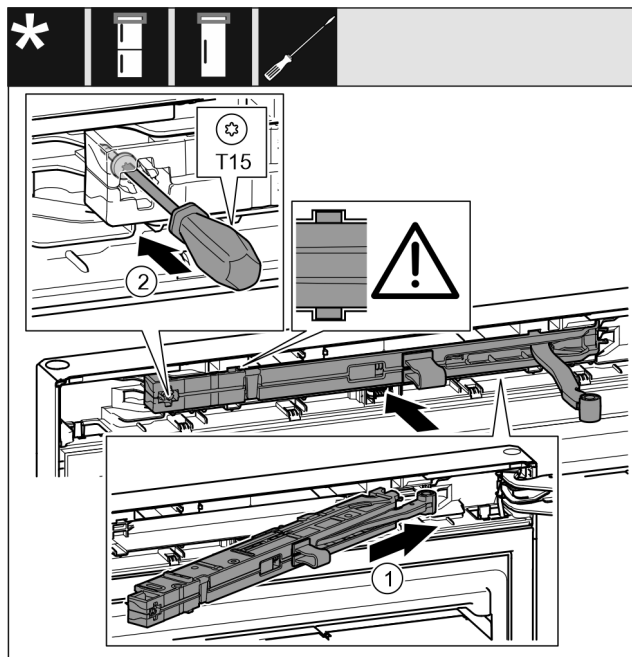

Fig. 49
- ▶ Inserire obliquamente nell'incavo fino all'arresto l'unità ammortizzatore di chiusura sul lato blocco di supporto. Fig. 49 (1)
- ▶ Serrare la vite con un cacciavite T15. Fig. 49 (2)